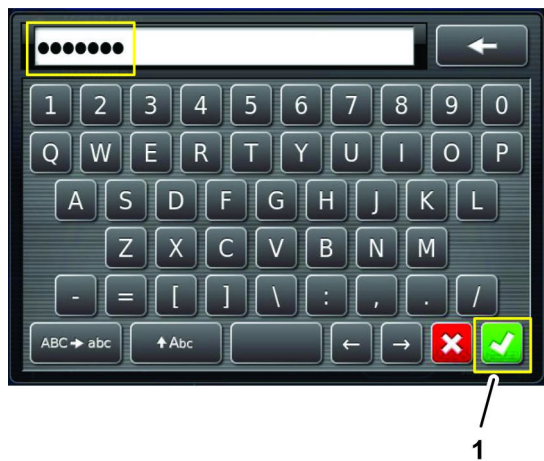

Figura 125
6. Utilice el teclado en pantalla para introducir la contraseña que recibió en el paso 1, y pulse el icono Confirmar (Figura 125).